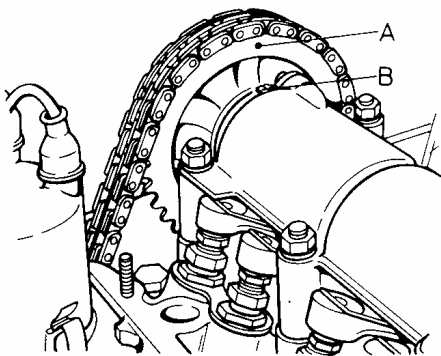

Fig. 32, Instalación del pistón del cuarto cilindro en el P.M.S.
- dando vueltas al cigüeñal en el sentido de las agujas del reloj haga coincidir la referencia " A " (Fig. 32) en la estrella con la marca "B" en el cuerpo del árbol de levas; en esto el pistón del cuarto cilindro se encontrará en el P.M.S. al final del tiempo de compresión y las dos válvulas estarán cerradas;